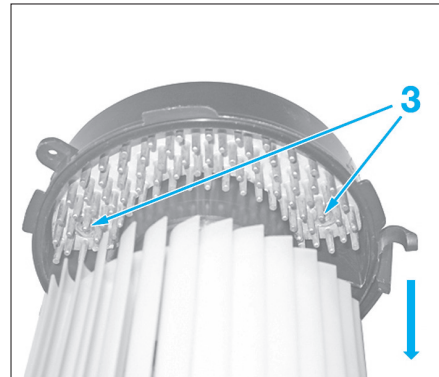

Fig. 30
- Écarter le moteur du pulseur du carter (suivant flèche) (Fig.30).
- les vis (3),